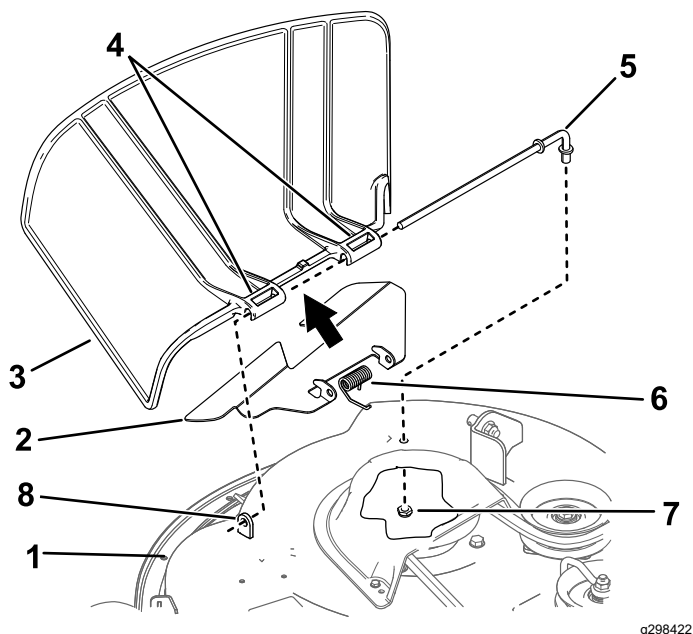

Figura 74
1. Remova a porca ( $\frac{3}{8}$  pol.) da barra debaixo do cortador (Figura 74).
2. Faça deslizar a barra para fora da parte saliente curta, da mola e do defletor de relva (Figura 74).
4. Instale o novo defletor de relva (Figura 74).
7. Deslize a barra através do segundo suporte do defletor de relva (Figura 74).
9. Fixe a extremidade traseira da barra ao cortador com uma porca ( $\frac{3}{8}$  pol.), como se mostra na Figura 74.